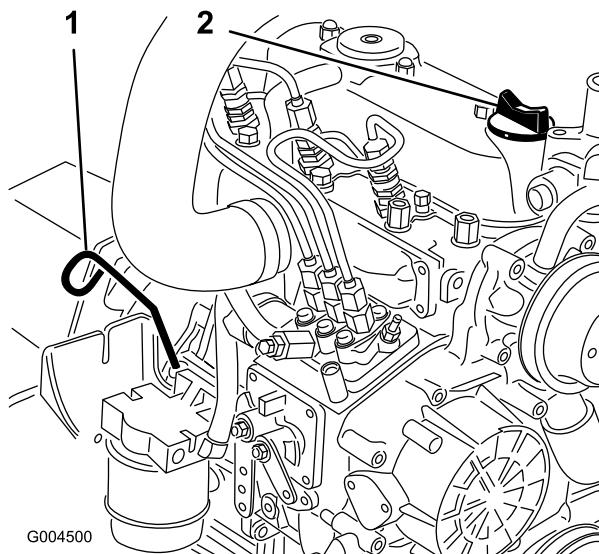

Figure 40
- Retirez la jauge (Figure 40), essuyez-la sur un chiffon et remettez-la dans le goulot de remplissage. Sortez de nouveau la jauge et vérifiez le niveau d'huile.
- Si le niveau n'atteint pas le repère maximum, enlevez le bouchon de remplissage (Figure 40) et faites l'appoint jusqu'à ce que le niveau correct soit atteint.